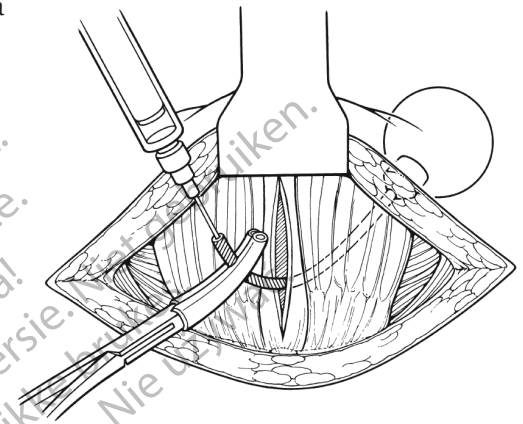

Figura 4-9. Umpleți PRB și clampați tuburile
16. Clampați (la o singură crestătură) tubul la aproximativ 3 cm de capăt cu o pensă hemostatică protejată cu tuburi. (Figura 4-9)